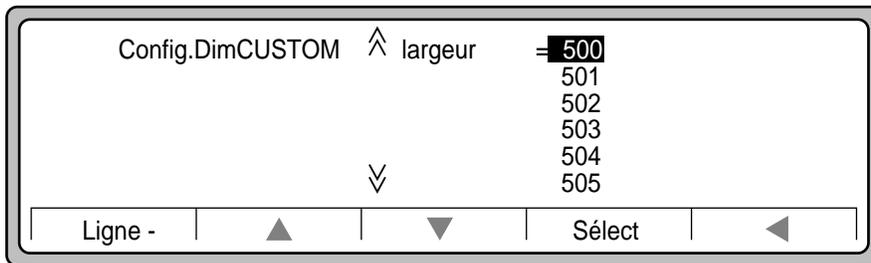

Figure 3-23 Choix de la largeur pour un format de papier personnalisé
15. Utilisez les touches ▲ et ▼ pour mettre en surbrillance la valeur souhaitée (500 dans notre exemple comme illustré à la Figure 3-23).